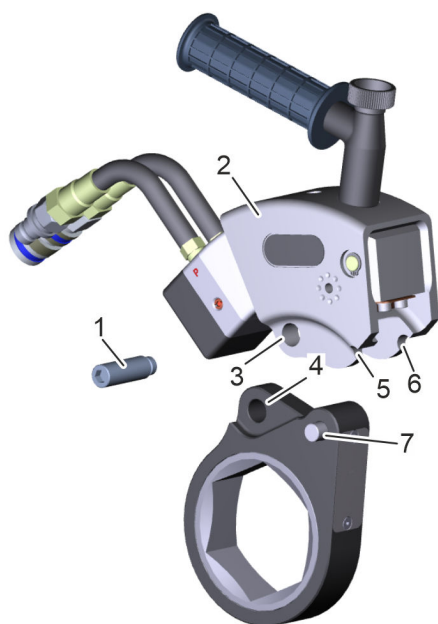

Fig. 12 : assemblage de la tête à cliquet et de l'unité d'entraînement
7. ➔ Desserrer la vis à six pans creux de la tête à cliquet (Fig. 12 /1).
8. ➔ Accrocher la tête à cliquet en emboîtant l'axe de la tête à cliquet (Fig. 12 /7) dans les logements (Fig. 12 /5 et 6).
9. ➔ Positionner l'alésage de la tête à cliquet (Fig. 12 /4) dans l'axe de la jonction unité d'entraînement/tête à cliquet (Fig. 12 /3) et fixer la vis à six pans creux de la tête à cliquet (Fig. 12 /1).